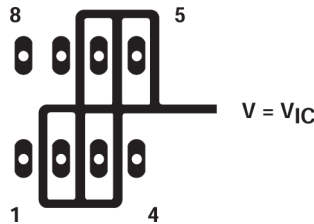
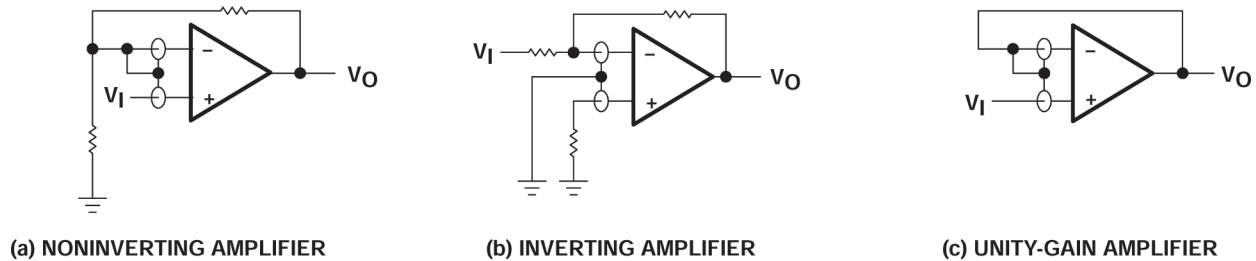

図 6-4. デバイス入力周辺絶縁金属 (P パッケージ)
図 7-5. ガードリング方式
1. 他の潜在的なリーク源からデバイスを絶縁します。デバイス入力周囲および間には、接地されたシールドを使用します(図 6-4 を参照)。入力に流れる可能性のあるリーク電流はシャントされます。
入力インピーダンスが非常に高く、バイアス電流要件も低いいため、TLC27Lx は低レベルの信号処理用に最適です。ただし、プリント基板とソケットでのリーク電流がバイアス電流要件を容易に上回ることがあり、デバイス性能の低下を招く可能性があります。ベストプラクティスとして、入力の周囲にガードリングを配置します(「パラメータ測定情報」セクションの 図 6-4 のものと同様)。これらの保護は、同相入力と同じ電圧レベルで低インピーダンスのソースから駆動します(図 7-5 を参照)。